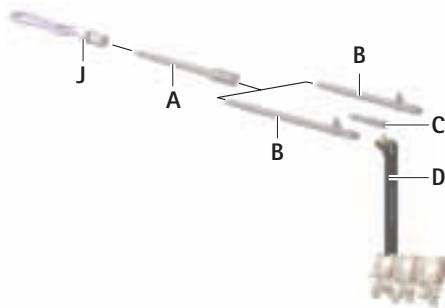

Fig. 2
- ▶ Si es necesaria una prolongación, conectar la pieza de conexión con acoplamiento rápido A al acoplamiento correspondiente, ver Fig. 2.